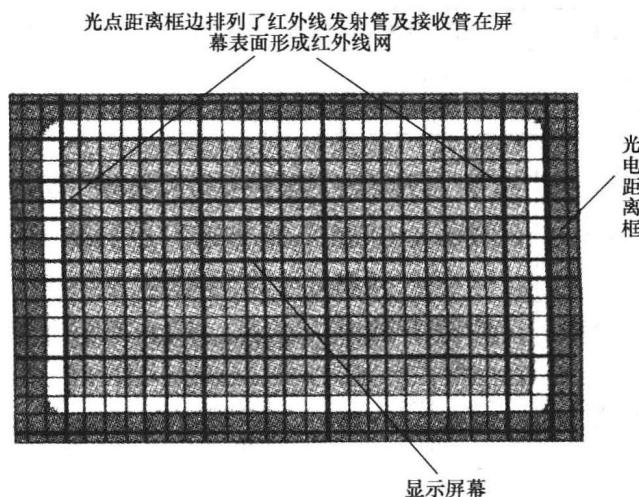

图 1-4 红外线式触摸屏的结构与工作原理
(4) 红外线式触摸屏 红外线式触摸屏的结构与工作原理如图 1-4 所示。红外线式触摸屏是利用 X、Y 轴方向上密布的红外线矩阵来检测并定位用户的触摸屏。红外线式触摸屏在显示器的前面安装一个电路板外框，电路板在屏幕四边排布红外线发射管和红外线接收